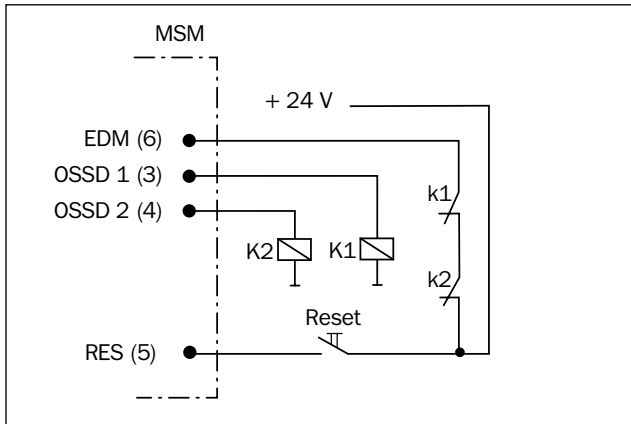

Fig.: 9: Esempio di commutazione con variante Override integrata
**Indicazione** Si consiglia di utilizzare il blocco interno al riavvio dell'MSL in base al seguente schema elettrico (fig. 9).